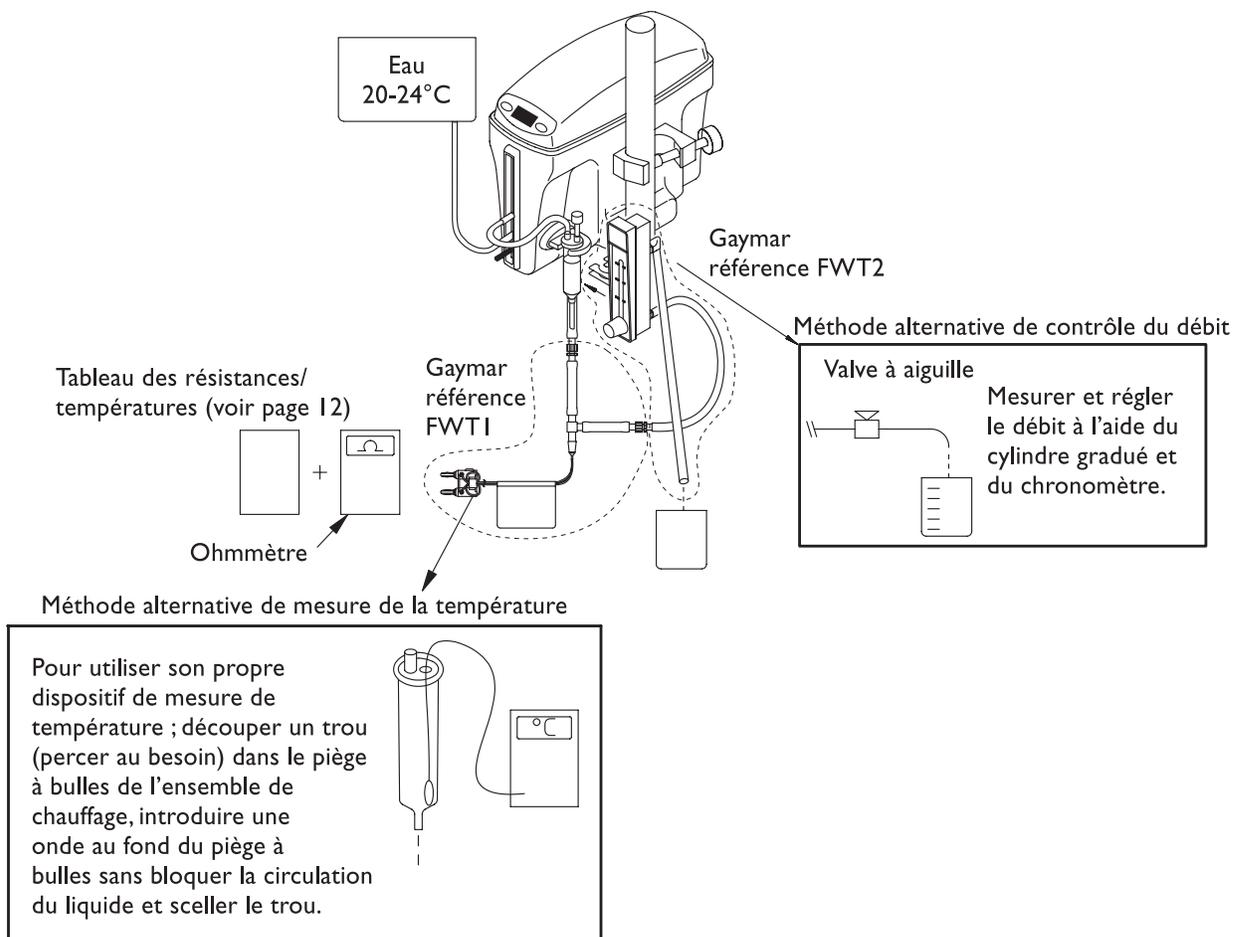

Figure 7—Installation de test
2. Raccorder l'installation de test (voir figure 7). Raccorder la sonde de température Gaymar FWT1 à la sortie du piège à bulles.